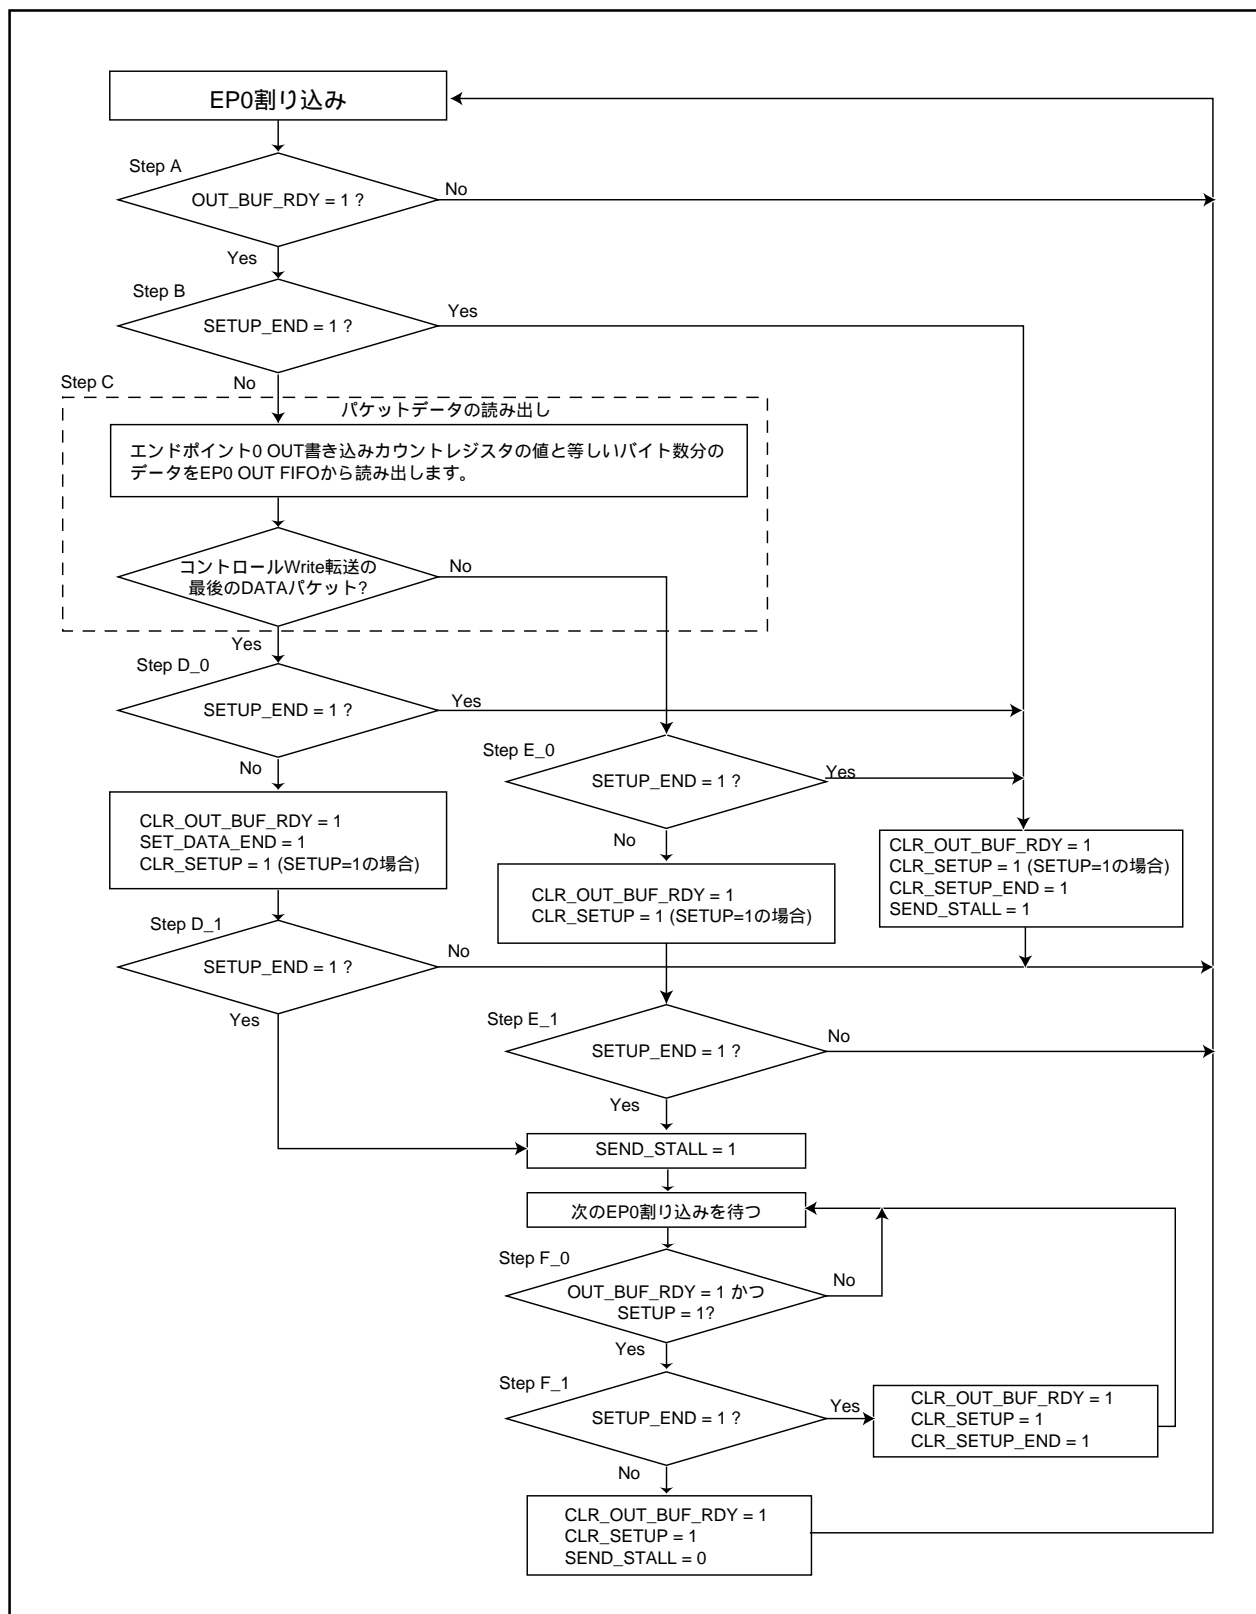

図1.29.4. フローチャート例(2)
- (6) エンドポイント0のエラーによる割り込みについて次の追加処理が必要です。図1.29.4にフローチャート例を示します。